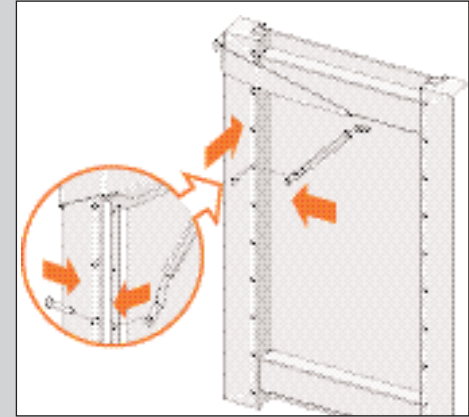

Abb. 6
1. Bringen Sie die Spannstange im Schlitz der Regalwand an und befestigen Sie diese mit einem Tragstift (siehe Abb. 6).